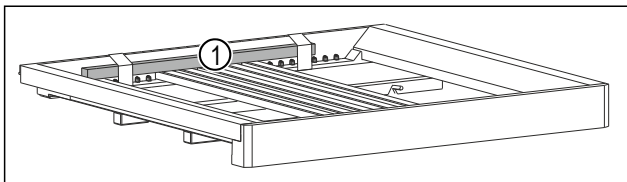

Fig. 6
- Снимите деревянную рейку Fig. 6 (1).